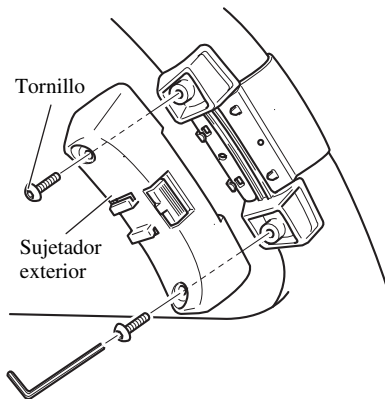

Fig. 18
3. Instale el sujetador exterior en el sujetador interior y asegure con los tornillos. (Fig. 18)